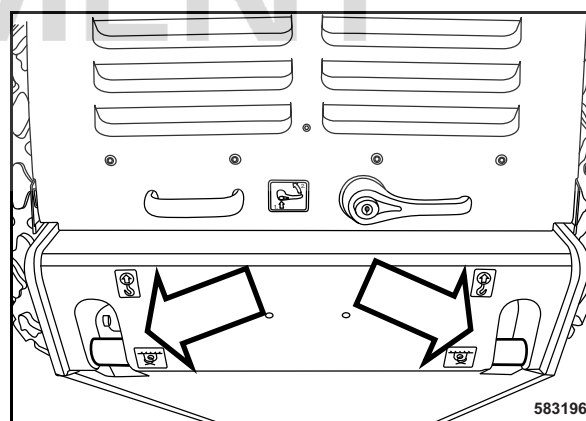

Fig. 107
- Fixer les chaînes (Fig. 107) ou les câbles de remorquage de manière sûre au anneaux de remorquage.